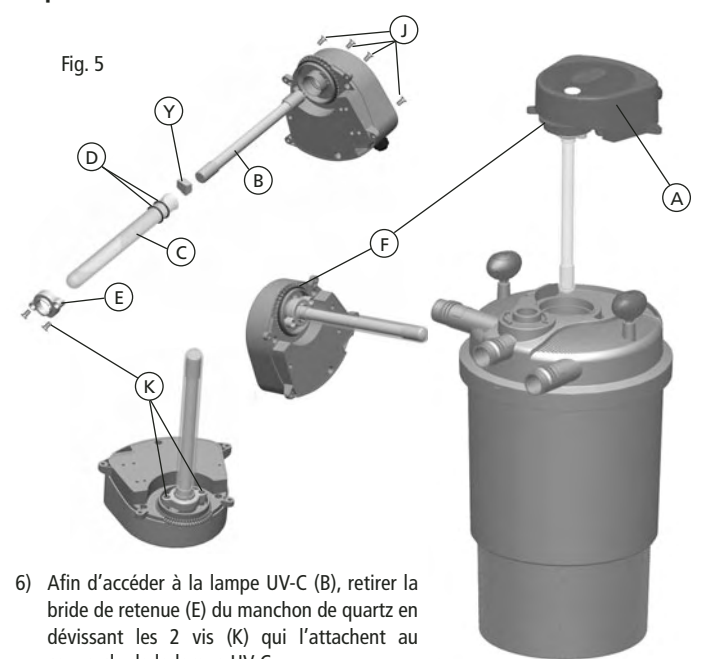

Fig. 5
- 4) Retirer le couvercle UV-C (A) (Fig. 5) du filtre en dévissant les quatre vis (J) qui fixent le couvercle UV-C au couvercle du filtre (G).
- 5) À cette étape, il est possible de nettoyer le manchon de quartz (C), s'il y a lieu. **Pour nettoyer le manchon de quartz, utiliser simplement un linge doux et humide. En cas de saleté tenace, on peut employer un peu de vinaigre. Ne pas se servir de détergents ni d'autres nettoyants chimiques.**